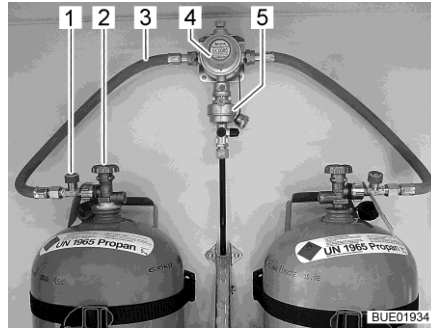
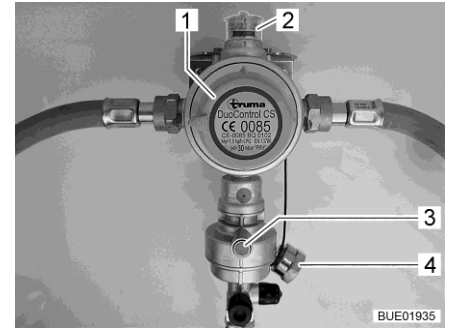

Bild 63 Gasflaschen mit DuoControl
Bild 64 DuoControl-Regelanlage
Die DuoControl-Regelanlage besteht aus einem Umschaltventil (Bild 63,4) und dem Crashsensor (Bild 63,5). Die DuoControl-Regelanlage ist zwischen den Gasschläuchen (Bild 63,3) mit Schlauchbruchsicherung (Bild 63,1) montiert. Mit dem Drehknopf (Bild 64,1) am Umschaltventil kann bestimmt werden, welche der Gasflaschen als Betriebsflasche und welche als Reserveflasche verwendet wird.
Am Sichtfenster (Bild 64,2) wird der Status der Gasversorgung angezeigt:
Der Betrieb mit nur einer Gasflasche ist zulässig, allerdings muss der offene Anschluss in diesem Fall mit dem Blinddeckel (Bild 64,4) verschlossen werden.
Der Crashsensor sperrt die Gaszufuhr bei erheblicher Erschütterung (z. B. Unfall) ab. Der Crashsensor wird durch Drücken des grünen Resetknopfs (Bild 64,3) in Betrieb genommen.
Die Schlauchbruchsicherung (Bild 63,1) sperrt den Gasfluss, wenn der angeschlossene Schlauch bricht. Die Schlauchbruchsicherung muss durch Drücken der grünen Taste aktiviert werden. Die grüne Taste muss so lange gedrückt werden, bis sich der Druck im Schlauch aufgebaut hat.
Bedieneinheit An der Bedieneinheit (Bild 65) wird die Gaszufuhr über die DuoControl-Regelanlage ein- und ausgeschaltet. Die Haupt-Absperrventile (Bild 63,2) der Gasflaschen und die Gasabsperrentile der Geräte müssen von Hand geöffnet werden. Zum Aktivieren der Schlauchbruchsicherung siehe Abschnitt "Schlauchbruchsicherung".
- Mit dem Drehknopf (Bild 64,1) am Umschaltventil die Gasflaschewählen, der vorrangig das Gas entnommen werden soll (Betriebsflasche). Den Drehknopf immer bis zum Anschlag drehen.
- Haupt-Absperrventile (Bild 63,2) an den Gasflaschen öffnen.
- Grüne Taste der Schlauchbruchsicherung (Bild 63,1) drücken. Am Sichtfenster (Bild 64,2) wird die grüne Markierung angezeigt.
- Haupt-Absperrventile (Bild 63,2) an den Gasflaschen schließen.
Wenn die grüne Kontroll-Leuchte (Bild 65,6) während des Betriebs erlischt und die rote Kontroll-Leuchte (Bild 65,5) aufleuchtet, ist die Betriebsflasche leer und muss gewechselt werden. Am Sichtfenster (Bild 64,2) wird die rote Markierung angezeigt. Die Reserveflasche versorgt die Gasverbraucher weiterhin mit Gas.
- Drehknopf (Bild 64,1) eine halbe Drehung in Richtung der aktuell verwendeten Gasflasche drehen. Damit ist diese Gasflasche jetzt die Betriebsflasche, die leere Gasflasche wird zur Reserveflasche. Die Markierung im Sichtfenster (Bild 64,2) wechselt von rot auf grün.
- Haupt-Absperrventil (Bild 63,2) an der leeren Gasflasche schließen. Pfeilrichtung beachten.
- Grüne Taste der Schlauchbruchsicherung (Bild 63,1) drücken.